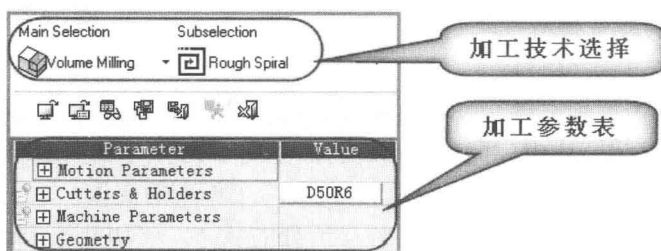

图 1-11
(1) 双击图 1-10 中未通过计算的程序，加工参数表被激活，如图 1-11 所示。